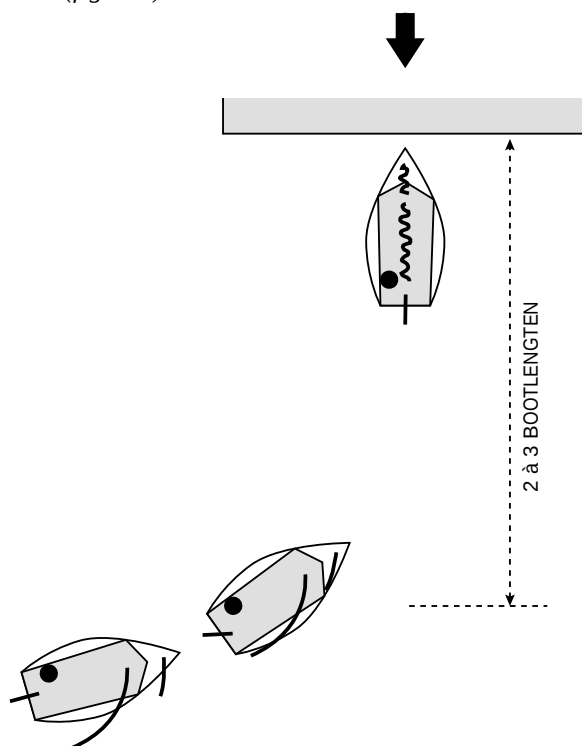

Fig. 32: aanleggen met een opschieter
1. Landing met een opschieter. (fig. 32)
1. Wind en stroming komen uit dezelfde richting. (fig. 32)